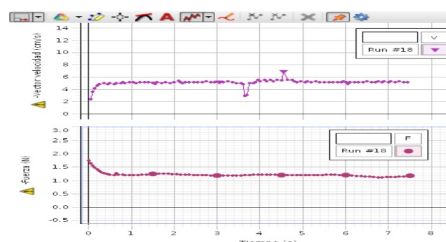

Figura 13.5:
1. Volver a colocar la bandeja de fieltro inferior con superficie de plástico blanco. Comenzar con ambas bandejas vacías, y utilizar la balanza para determinar la masa. Calcular el peso combinado e introducir esto como la fuerza normal en una tabla como se muestra en la figura 13.5.